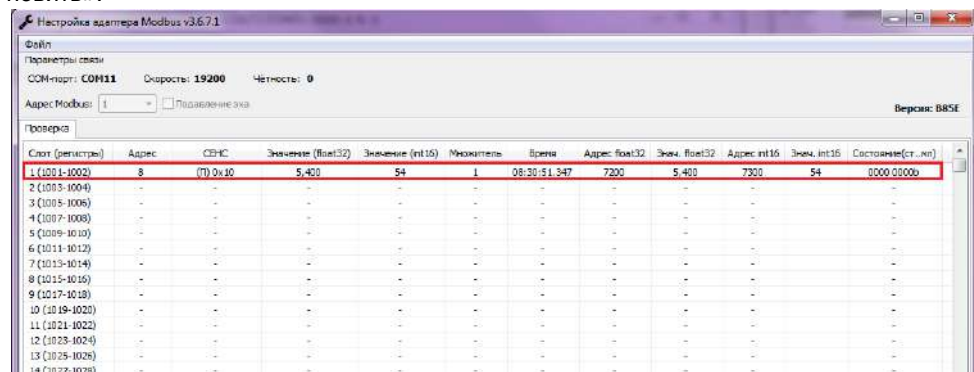

Рисунок 10 – Проверка работы текущих настроек слотов опроса
3.5.7.1 Проверка работы текущих настроек слотов опроса, записанных в адаптер, осуществляется во вкладке «Проверка» (рисунок 10).